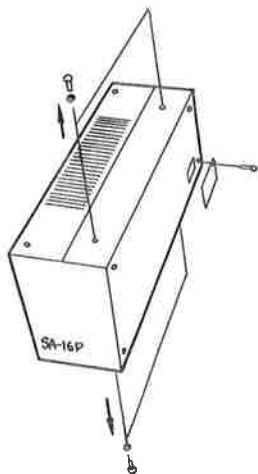

図 1
- 1) SA-16Pに付いている結合用ビス4個（上面2個，下面2個）とコネクタカバー（サイドパネル）を取り外します。……図1